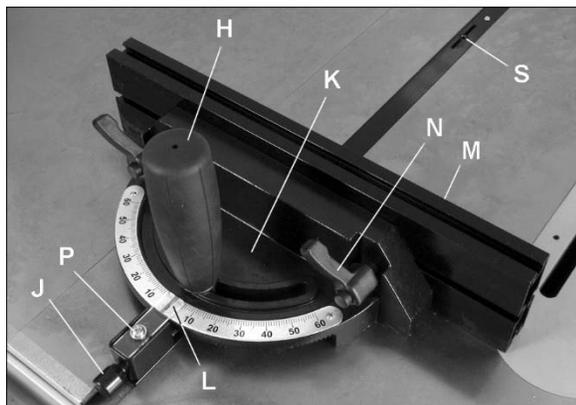

Figura 8-2
2. Afloje la manija de traba (H, Figura 8-2) girándola hacia la izquierda.
3. Tire hacia afuera de la perilla cargada por resorte (J) y gire la perilla hasta que el cuerpo
La guía del calibre de inglete (M, Figura 8-2) puede ajustarse deslizándola a la derecha o a la izquierda, o retirarse completamente.
2. Fije el calibre de inglete a 90° con respecto a la hoja (ajuste de 0° en la escala) aflojando la manija de traba (H, Figura 8-2) y tirando después hacia afuera de la perilla cargada por resorte (J) y girando el cuerpo (K) hasta que se indique 0° en la escala.
**NOTA:** La barra del calibre de inglete tiene dos ranuras con tornillos de presión (S, Figura 8-2). Ajuste estos tornillos de presión para eliminar cualquier juego entre barra y ranura de inglete.